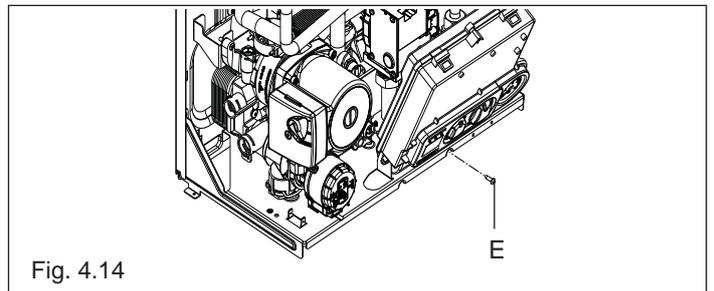

Fig. 4.14
- ruotare il cruscotto dopo aver svitato la relativa vite di fissaggio (fig. 4.14)
- svitare la vite di fissaggio (E) del cruscotto (fig. 4.14)